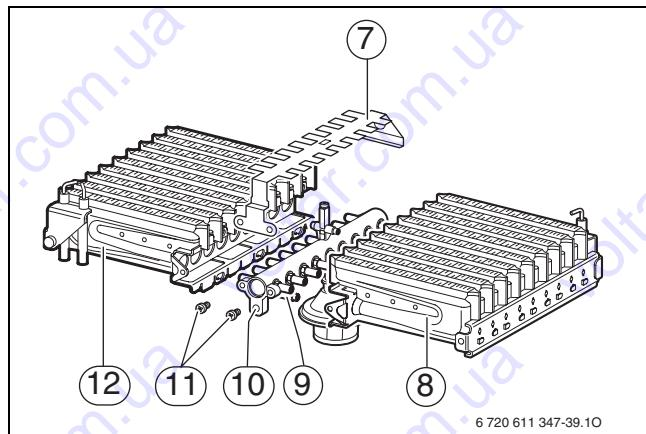

Рис. 41
- ▶ Снять винты (11) (→ рис. 41).
- ▶ Снять перемычку перекрестного розжига (7).
- ▶ Вывинтить винты в точках крепления (9). Снять левую и правую части горелки (12 и 8) с коллектором форсунок (10).